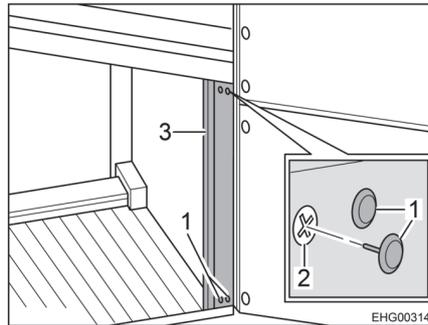

Bild 88 Blende am Fahrzeugheck
Um an die hinteren rechten Fahrzengleuchten zu gelangen, muss zuvor die Blende (Bild 88,3) abgenommen werden.
- Vier Schraubenabdeckungen (Bild 88,1) abziehen.
- Vier Kreuzschlitzschrauben (Bild 88,2) herausdrehen.
- Blende (Bild 88,3) abnehmen. Die Fahrzengleuchten sind jetzt zugänglich.